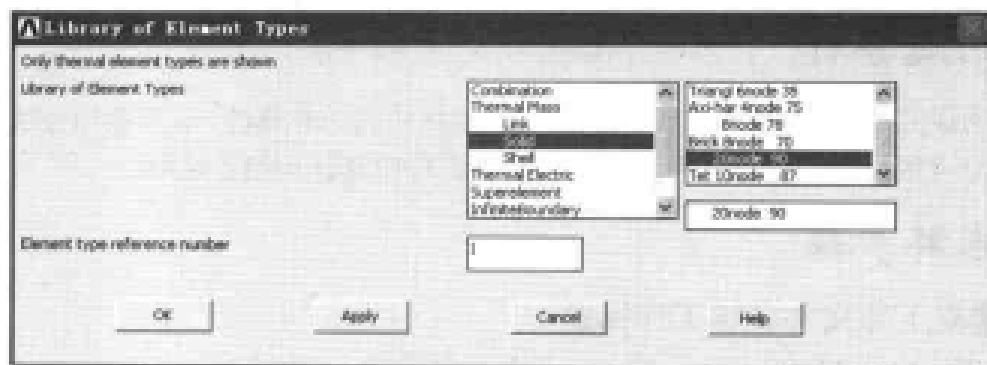

图 9-97 单元类型列表对话框
(1) 选择 Main Menu | Preprocessor | Element Type | Add/Edit/Delete 命令, 出现 Element Types 对话框, 单击 Add 按钮, 出现 Library of Element Types 对话框。
(2) 在 Library of Element Types 的两个列表框中分别选择 Thermal Solid、Brick 20node 90 选项, 在 Element type reference number 文本框中输入 1, 如图 9-97 所示, 单击 OK 按钮关闭该对话框。
(3) 单击 Element Types 对话框上的 Close 按钮关闭该对话框。